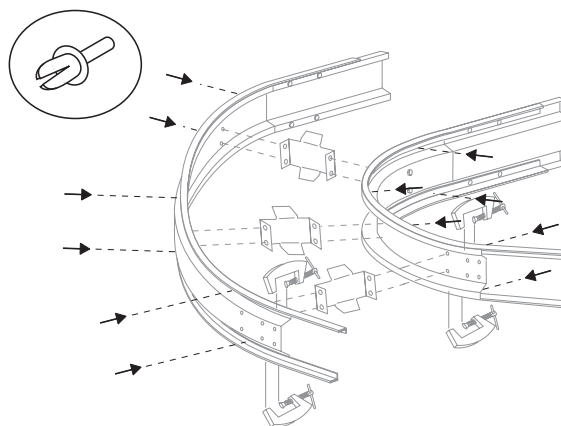

Figura 10
Los extremos de las cintas de desgaste contiguas deben recortarse en ángulos de 60°, según se ilustra en la *Figura 10*. Este ángulo, junto con el sentido en el cual éstos se cortan (según se detalla a continuación), permite que la cadena recorra la junta de la cinta de desgaste de manera fluida.
6. Debe instalarse un sólo remache en cada orificio del recorrido de la curva. Perfore los orificios necesarios (broca de barrena de 13/64" [5,5 mm]) en la cinta de desgaste, e instale los remaches de la cinta. Vea la *Figura 10*. Una vez instalados todos los remaches, quite los dispositivos de fijación.